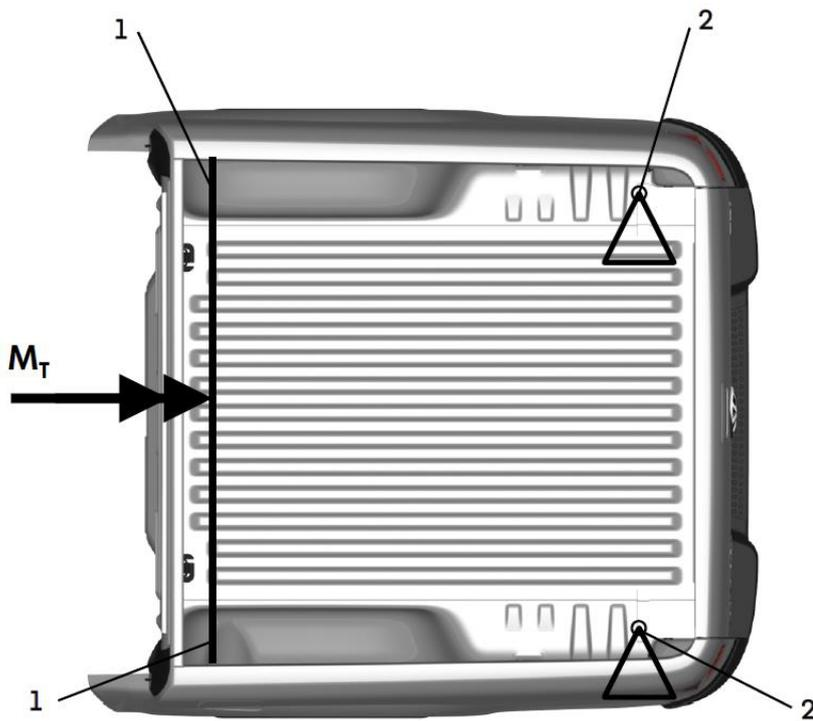

Fig. 4.3.3: determinazione della rigidità torsionale del cassone
- In caso di sostituzione del cassone con altre sovrastrutture, la rigidità torsionale statica massima non deve superare quella del cassone. Per l'Amarok cabina singola il valore è di $C_T=1200\text{Nm}/^\circ$; per l'Amarok cabina doppia di $C_T=1300\text{ Nm}/^\circ$. La rigidità torsionale statica può essere determinata durante il processo. (vedi fig. 4.3.3).
La rigidità torsionale statica può essere determinata durante il processo. (vedi fig. 4.3.3).